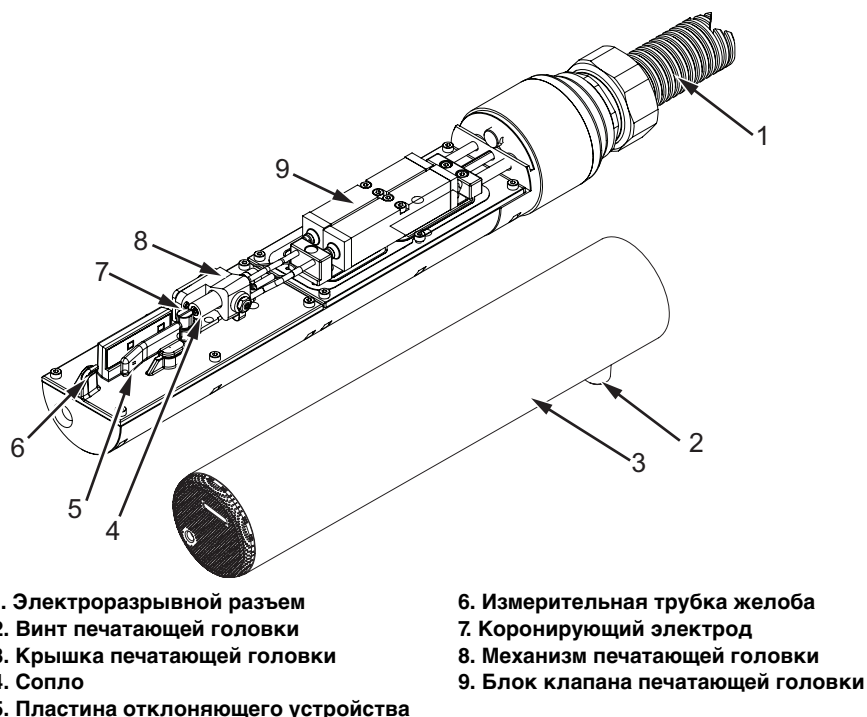

Рисунок 6-4: Печатающая головка
- 3 Ослабьте винт печатающей головки (деталь 2, Рисунок 6-4 на странице 6-9) и снимите крышку печатающей головки (деталь 3).
- Измерительная трубка желоба (деталь 6, Рисунок 6-4)